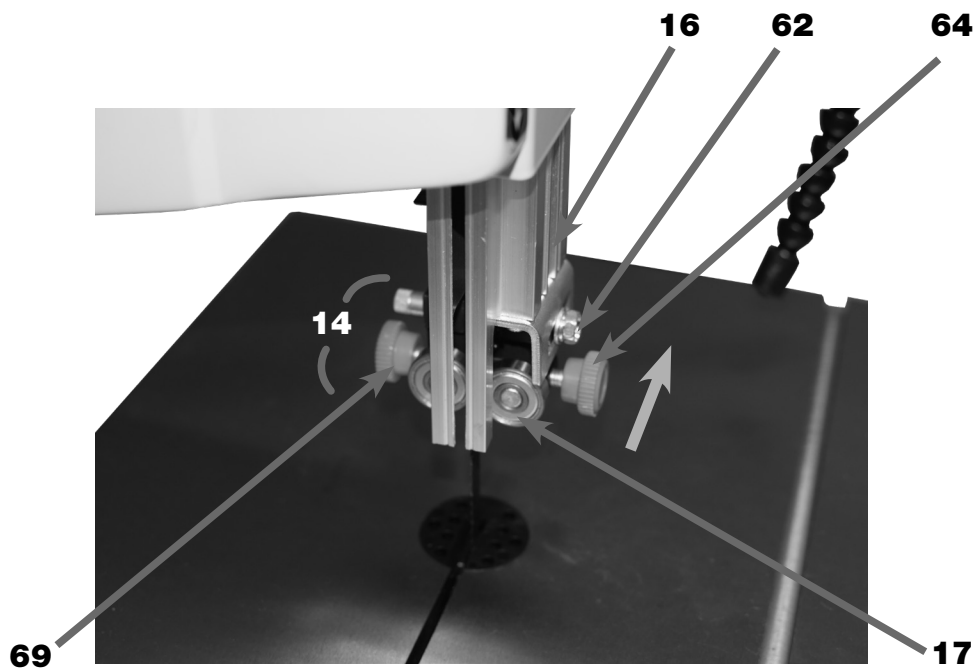

FIGURA 29A – Guia Superior (VISTA FRONTAL)
25. APERTAR o Parafuso de Fixação (63) com a Chave Fixa 10 mm (47);
26. POSICIONAR a Guia Superior (14) até o seu Rolamento de Encosto (18) tocar no dorso da Lâmina de Serra de Fita (02), no sentido oposto indicado na figura 29A;